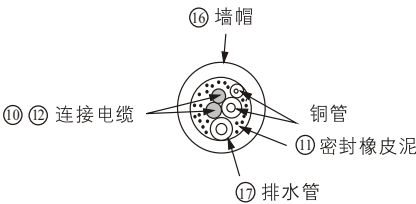

图35
- 2 用附件⑩墙帽及附件⑪密封橡皮泥来整理墙上的洞,如图34、图35。